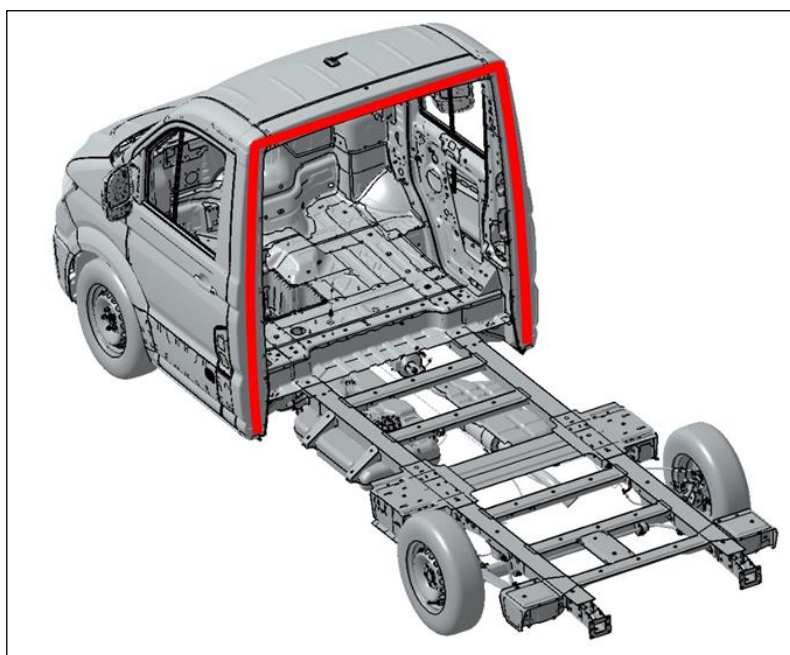

Abb. 6: Crafter-Flachrahmen-Fahrgestell- Klebeflächen Verbindung von Rückwand Koffer mit Dachquerträger und Fahrerhaus B-Säule
- Eine ausreichende Verbindung zur B-Säule (Verbindung von Rückwand Koffer mit Fahrerhaus) ist durch eine flächige Verklebung herzustellen (siehe Abb.6).